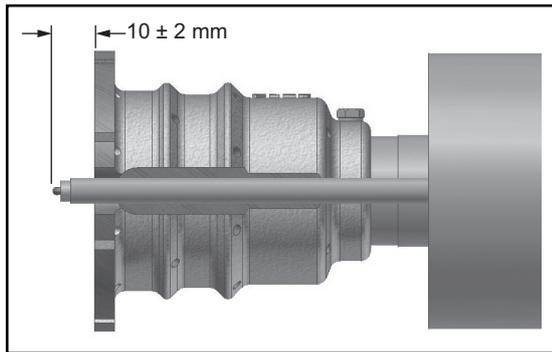

Abbildung 3.17a
2. Schieben Sie den Zünder durch die hintere Abdeckung und durch die Öffnung in der Düse. Siehe Abbildung 3.17a.